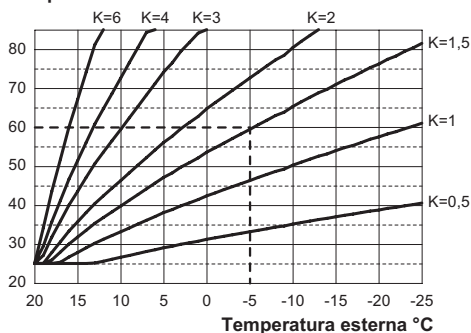

Figura 5.32
Se alla caldaia **È COLLEGATO** il comando remoto (opzionale) riferirsi alla Figura 5.32.
Quando si installa la sonda esterna bisogna impostare questo parametro in base al rendimento dell'impianto di riscaldamento per ottimizzare la temperatura di mandata (Figura 5.32).
Es. Per avere una temperatura di mandata all'impianto di riscaldamento di 60°C con una esterna di -5°C si deve settare un K di 1,5 (linea tratteggiata in Figura 5.32).
- Utilizzando i tasti 14 o 16 è possibile modificare il valore del parametro 14 da un minimo di **00** ad un massimo di **60** in base alla curva scelta del coefficiente K in Figura 5.32 (il valo-